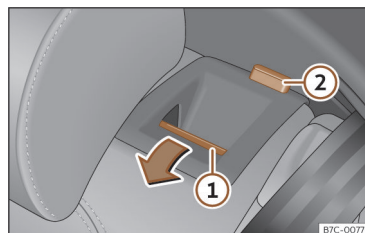

Fig. 69 Asiento trasero: abatir el respaldo.
- Pulse la tecla de desbloqueo >>> fig. 69 ① hacia delante y, al mismo tiempo, abata el respaldo. El respaldo trasero está desbloqueado cuando se ve una marca roja en la tecla ②.